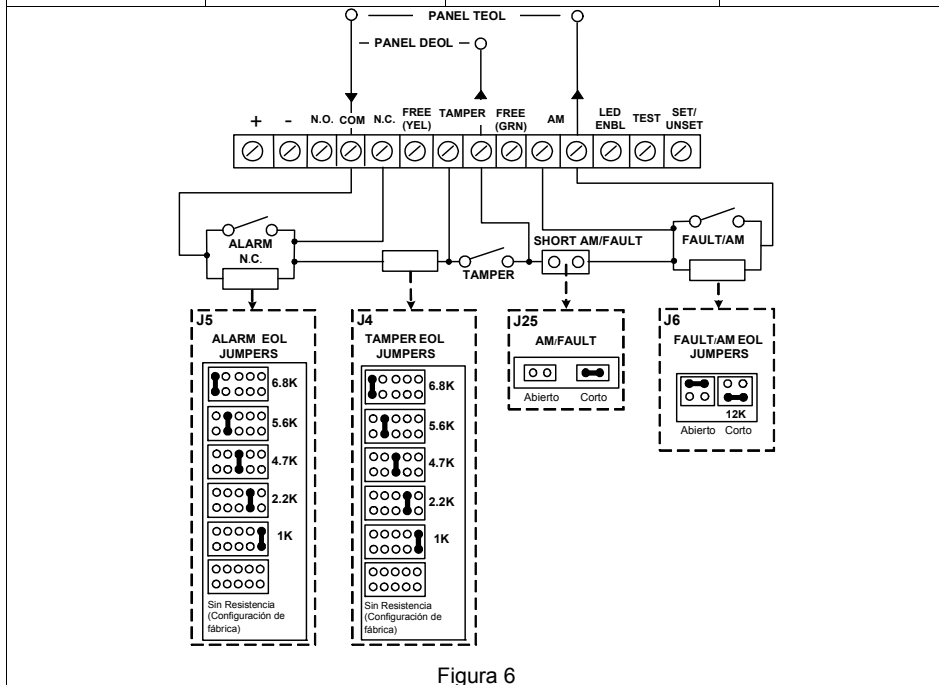

Figura 6
3. Abra los agujeros pre-marcados en la base externa (Figura 6, Detalle B)
4. En el accesorio de la rótula elimine el agujero pre-marcado que necesite para pasar el cableado por la rótula: S2, S7 o S9 (Figura 6, Detalle A).
5. Extraiga el tamper posterior de la base interna (véase el párrafo “Cambiano la Posición del Tamper Posterior”) y conéctelo a S5 (Figura 6, Detalle A) en la Rótula Estándar.
- a. Inserte el cableado del cable externo a través de los agujeros pre marcados S2, S7 o S9 y sáquelos (incluyendo los cables del tamper) a través del Conducto de Cables de la Rótula (Figura 6, Detalle B).